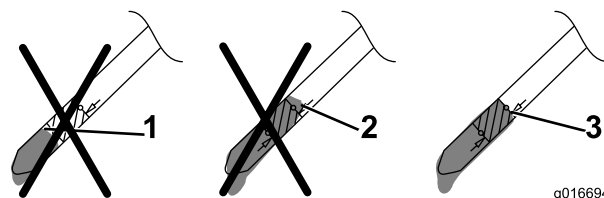

Рисунок 13
5. Выньте щуп и проверьте уровень масла, см. Рисунок 13.